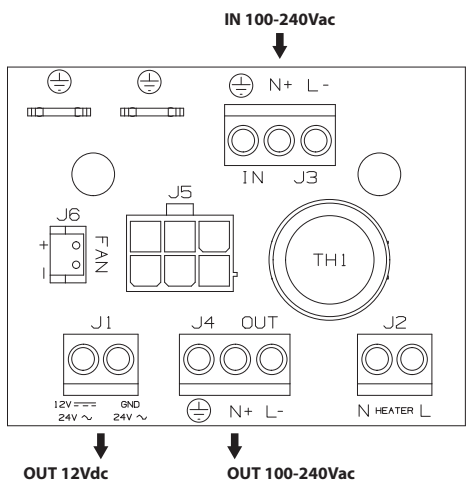

Fig. 02
Insérer le connecteur à 6 pôles du câble de l'alimentation (04) dans le connecteur correspondant (05) sur le circuit de support signalé comme J5 (Fig. 02).